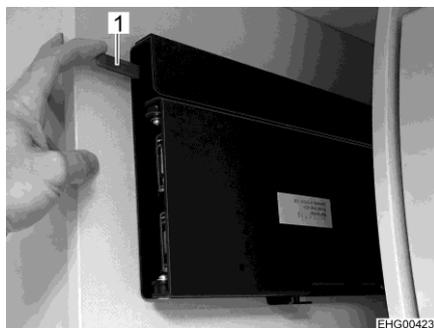
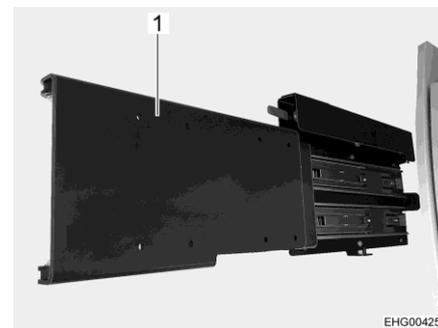

Fig. 82 Sbloccaggio della base estraibile
Fig. 83 Base estraibile (estratta)
- Premere la leva rossa (Fig. 82,1) verso il basso ed estrarre la base estraibile (Fig. 83, 1). Lo schermo piatto si affaccia nel vano abitabile.